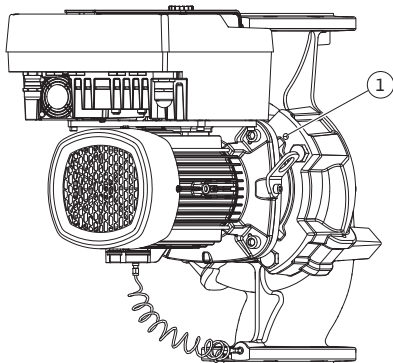
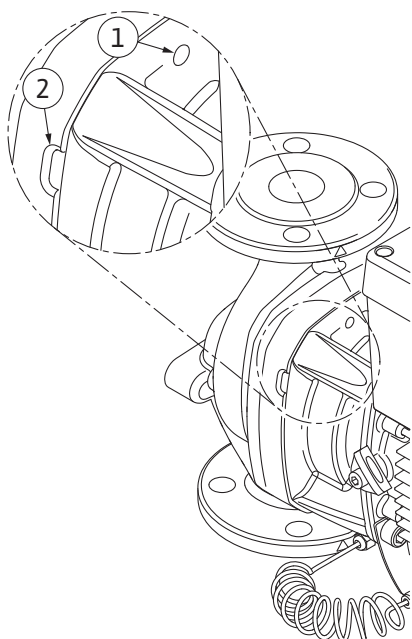

Fig. 108: Expulsión del juego de introducción mediante los taladros roscados
Fig. 109: Taladros roscados y ranuras para expulsar el juego de introducción de la carcasa de la bomba
12. Para el modelo de bomba (Fig. III, IV), afloje los tornillos Pos. 29. Use los dos taladros roscados situados al lado (Fig. 108, Pos. 1) y los tornillos adecuados a cargo del propietario (p. ej., M10 x 25 mm). Extraiga el juego de introducción de la carcasa de la bomba. Para el modelo de bomba (Fig. I y Fig. II), use los dos taladros roscados M10 (véase la Fig. 108) y los tornillos adecuados a cargo del propietario (p. ej., M10 x 20 mm). Para su expulsión también se pueden usar las ranuras (Fig. 109, Pos. 2). Use para ello, p. ej., dos destornilladores a modo de palanca. Tras un primer movimiento de expulsión de aprox. 15 mm, el juego de introducción se libera de la carcasa de la bomba.